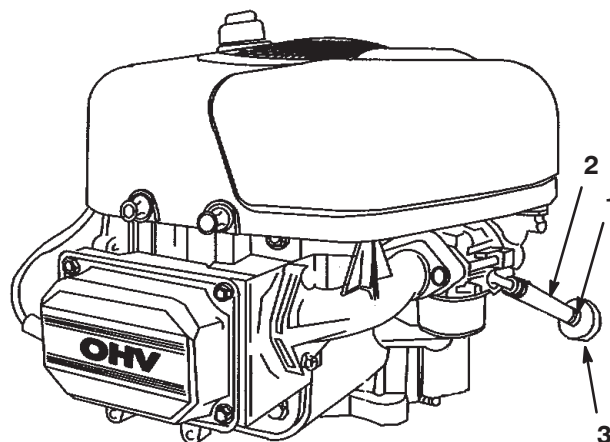

Figure 28
7. Desserrez le collier de serrage au niveau du filtre à carburant et repoussez-le le long de la conduite d'alimentation pour l'éloigner du filtre (Fig. 28).
8. Débranchez les conduites d'alimentation du filtre à carburant (Fig. 28).
11. Rapprochez le collier de serrage du filtre pour fixer la conduite d'alimentation (Fig. 28).
Remplacez le filtre à carburant toutes les 100 heures de fonctionnement ou une fois par an, la première échéance prévalant. Le meilleur moment pour remplacer le filtre à carburant (Fig. 28) est lorsque le réservoir à carburant est vide. Ne réinstallez jamais un filtre à carburant encrassé après l'avoir déposé de la conduite d'alimentation.
7. Pincez les extrémités des colliers et éloignez-les du filtre (Fig. 28).